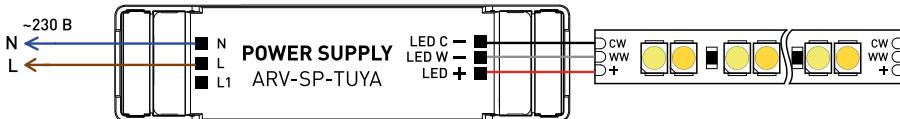

Рис. 2. Схема подключения двухканального источника питания [для арт. 052988, 052990]
- 3.7. Подключите светодиодную нагрузку согласно схеме, поставляемой с этой нагрузкой, к выходным клеммам источника питания со стороны **OUTPUT**, строго соблюдая полярность: «общий +» на нагрузке — к «плюсовому» выходу источника [LED+], «холодный белый -» на нагрузке — к «минусовому холодному белому» выходу источника [CW-], «теплый белый -» на нагрузке — к «минусовому теплому белому» выходу источника [WW-] (пример подключения на рис. 2).